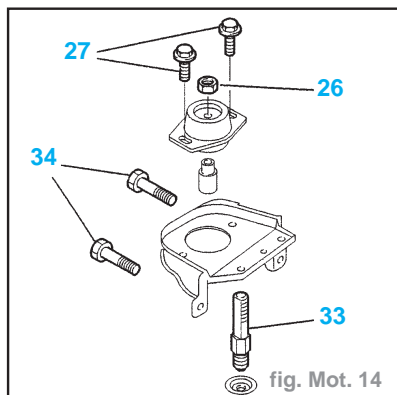

fig. Mot. 14
- (26) fixation support boîte de vitesses sur cale élastique gauche (fig. Mot. 14) **6,5**
- (33) l'axe **5**